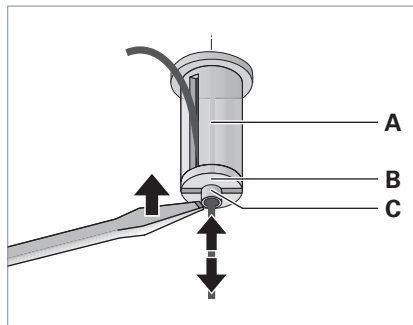

Fig. 4: Sospensione dell'apparecchio d'illuminazione.
- ▶ Avvitare un supporto per fune metallica **B** ciascuno in ogni elemento di fissaggio al soffitto **A**, vedi Fig. 4.